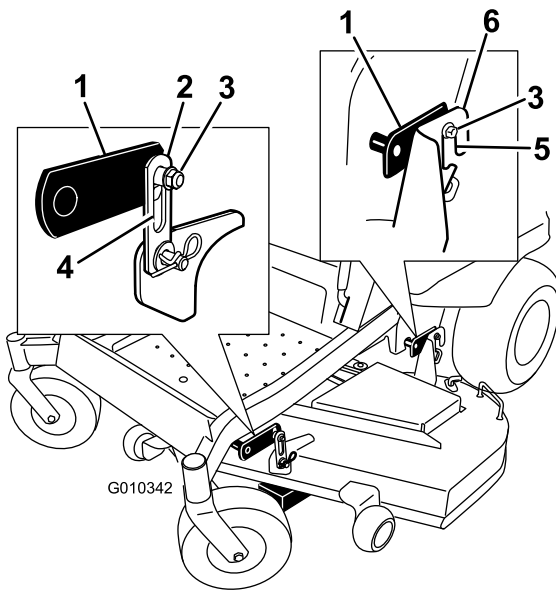

Bild 72
4. Lösen Sie die Sicherungsmuttern der Nivellierungseinstellung (Artikel 3) an allen vier Ecken, sodass das Mähwerk sicher auf allen vier Blöcken sitzt. Stellen Sie sicher, dass die Mähwerkhängeprofile ganz unten sind (oben am Schlitz) und dass das Mähwerkhubpedal ganz gegen den Anschlag gedrückt ist. Ziehen Sie dann die vier Sicherungsmuttern der Nivellierungseinstellung fest (Bild 72).